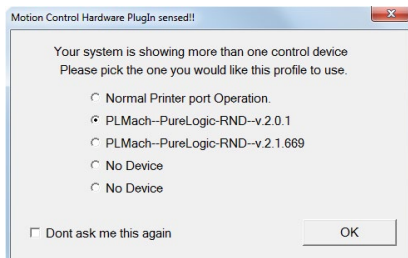

рис. 7
3. После установки плагинов при запуске MACH3 выберите соответствующий плагин в окне, представленном на рис. 7.